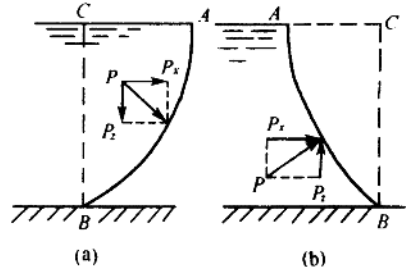

图 2.3
2. 静水总压力的铅垂分力 P_z 等于与压力体体积 V 相等的水体重。压力体是由以下面围成的体积, 即受压曲面本身, 通过曲面的边缘向液面或液面的延长面作的铅垂平面, 液面或液面的延长面, 及前后两个平面。压力体与液体在曲面的同侧时的压力体称为实压力体, 则 P_z 方向向下, 见图 2.3(a); 压力体与水在异侧时的压力体称为虚压力体, 则 P_z 方向向上, 见图 2.3(b), P_z 的作用线通过压力体的重心。